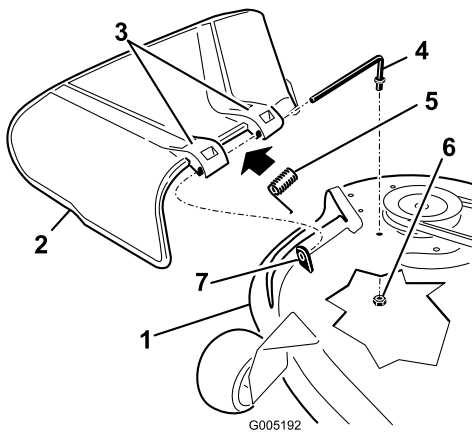

Figura 53
- Localice los elementos mostrados en la Figura 53.
- Retire la tuerca (3/8 pulg.) de la varilla (debajo del cortacésped) (Figura 53).
- Deslice la varilla para retirarla del espaciador corto, de la arandela de freno interna, del muelle y del deflector de hierba (Figura 53). Retire el deflector de hierba dañado o desgastado.
- Cambie el deflector de hierba y la arandela de freno interna (Figura 53).
- Coloque el muelle sobre la varilla, con los extremos de los alambres hacia abajo, y entre los soportes del deflector de hierba. Deslice la varilla por el segundo soporte del deflector de hierba y por la arandela de freno interna (Figura 53).
- Introduzca la varilla, en la parte delantera del deflector de hierba, por el espaciador corto de la plataforma. Fije el extremo trasero de la varilla en el cortacésped con una tuerca (3/8 pulg.) (Figura 53).